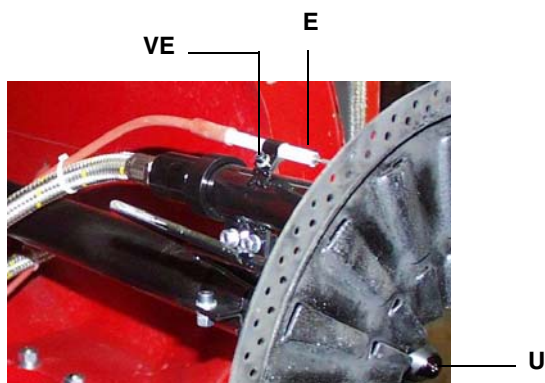

Рис. 25
- 2) отсоединить кабель (CE) электрода (E);
- 4) ослабить винт (В) опоры сопла, который крепит запальный электрод (E) на запальнике горелки (P);
- 5) вынуть электрод и заменить его, выдерживая размеры, указанные на Рис. 25.